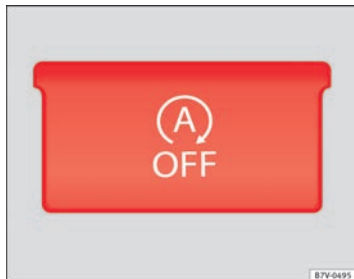

Abb. 140 Ansicht der Mittelkonsole: Taste für den Start-Stopp-Betrieb.
- Taste  in der Mittelkonsole drücken ⇒ Abb. 140.